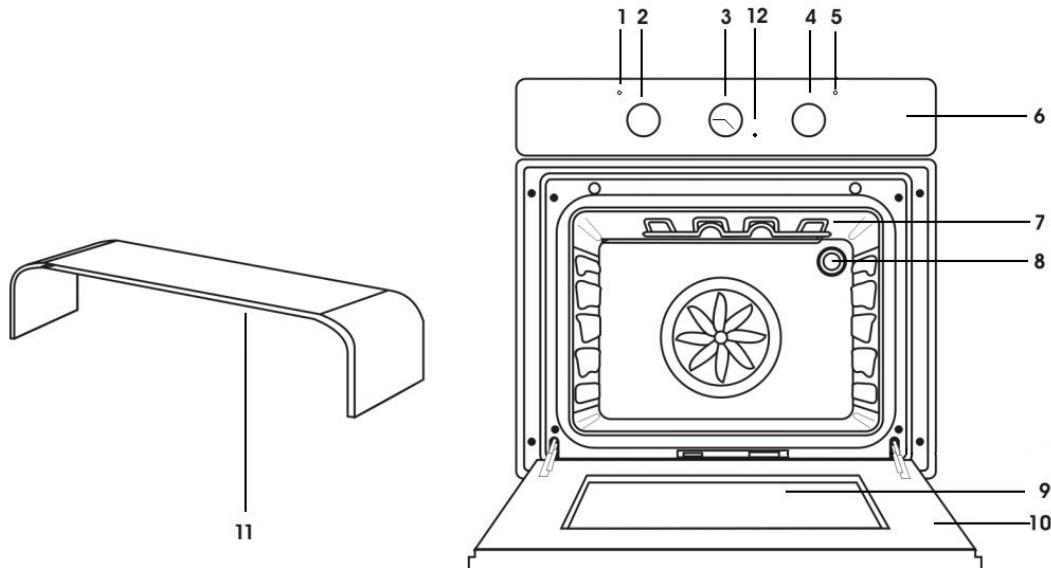

Рис. 1
3.1. Схема духовки (рис. 1)
5.1. Для того, чтобы включить духовку регулятором режимов (позиция 12 на рис. 1) необходимо установить ручной режим. Для этого необходимо без нажима поворачивать регулятор режимов против часовой стрелки и выбрать символ ручного управления (). Далее с помощью переключателя (вкл/выкл) режимов терmostата и выбора нужной температуры, задаем необходимую температуру и выбираем нужный режим приготовления. Режимы приготовления расписаны на рисунке 5.